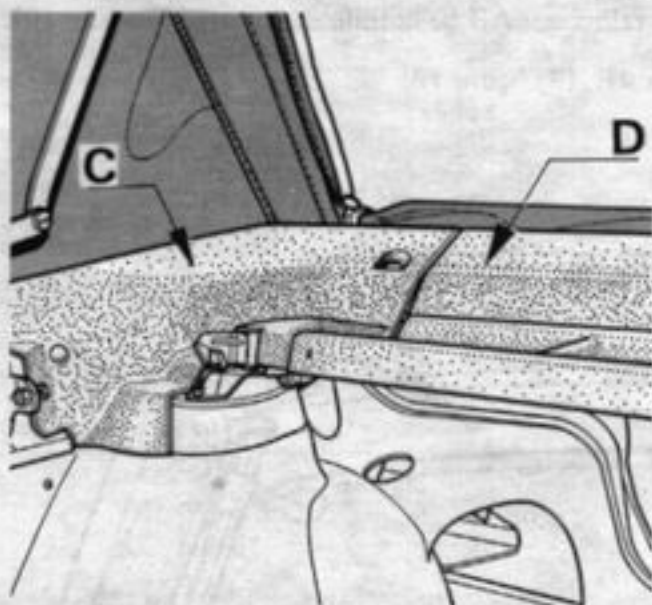

Figure 16
- Déposer le garnissage plastique de plage AR, (C et D, figure 16)